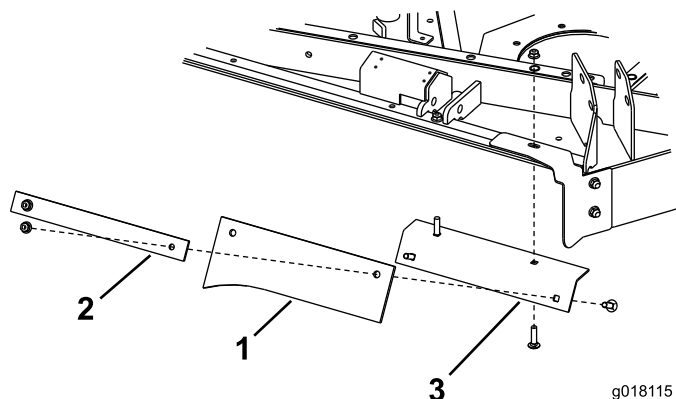

図 5
9. 長さ12 インチ（30.5 cm）の外側フラップ、外側ストラップ、および外側アングルは、組み付け済みである（図 5）。
10. アセンブリと前シールドを、刈り込みデッキの後部に取り付ける； 5/16 x 1-1/4インチのキャリッジボルト2本とフランジナットを使用する（図 5）。